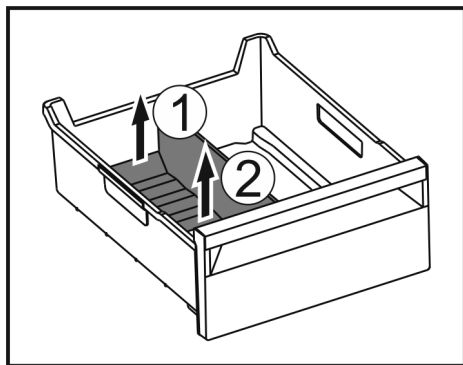

Fig. 99
- ▶ Zvedněte zadní část přepážky přihrádky na led. Fig. 99 (1)
- ▶ Přepážku přihrádky na led vyjměte nahoru. Fig. 99 (2)